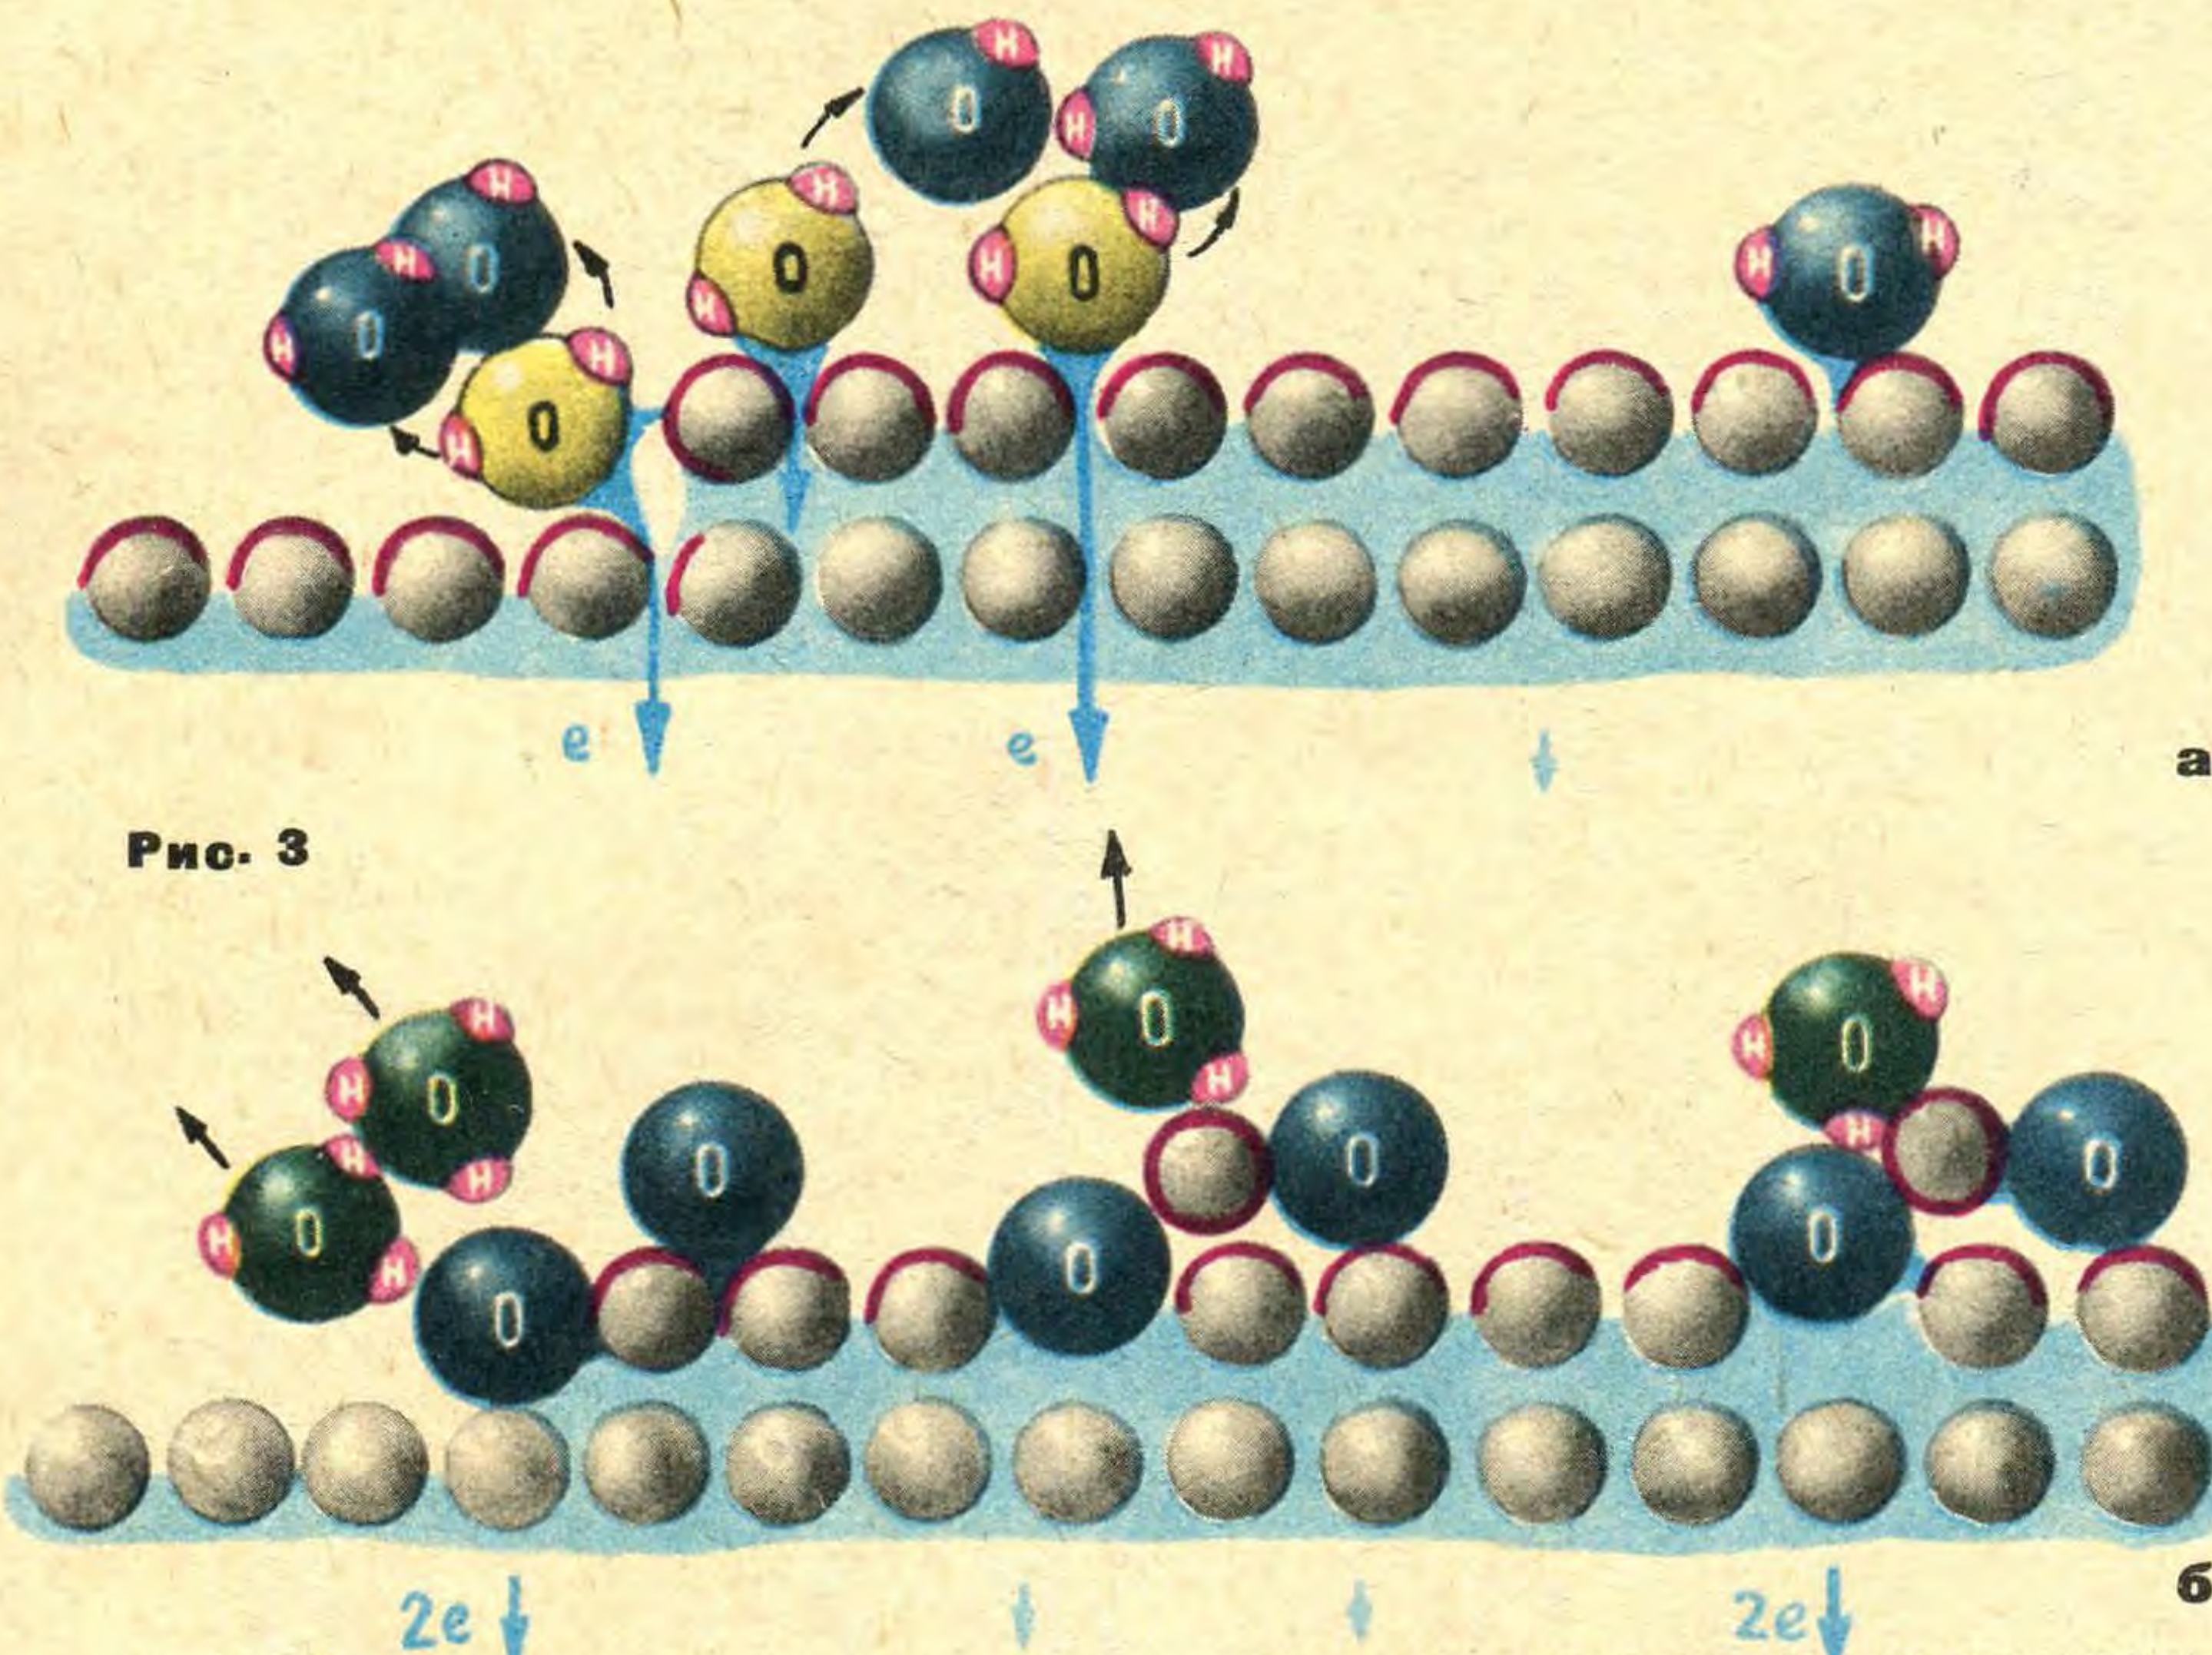

Рис. 3
Что же представляет собой лигнин для химика? Это полимерное вещество ароматического характера (такой термин не связан с приятным запахом вещества, он обозначает его химическое строение, наличие в формуле так называемого бензольного кольца). Фрагмент лигнина, по данным немецкого химика Фрейденберга, приведен на рисунке 2. Основным структурным кирпичом — мономером — здесь служит фенилпропановая единица (рис. 3).
Современному химику нетрудно, комбинируя несколько измененные фенилпропановые единицы (за счет заполнения разными группами свободных связей, обозначенных на рис. 3 черточками) и зная механизмы реакций и аналитические данные природного лигнина, сконструировать такой фрагмент формулы, как на рисунке 1. Теперь это делают даже с помощью ЭВМ. Однако, чтобы проследить все химические процессы, а также установить законы взаимодействия исходных веществ (то есть типы связей между единицами) при реакциях образования лигнина в природной клеточной стенке, пришлось кропотливо потрудиться нескольким поколениям химиков. Особенно важными здесь были работы шведского химика Класона и немецкого — Фрейденберга.
**Начало пассивации** (рис. 3). С повышением потенциала электроны проводимости отступили с поверхностных орбиталей еще дальше в металл. Верхушки атомов на рисунке порозовели. Раствор против них поглубже. Общая скорость образования гидрат-катионов увеличилась. Но что происходит с гидратирующей водой? Кислород молекулы, подбежавшей растворять металл, вдруг замечает, что вслед за первой его парой, облюбовавшей выступающий атом, вторая при-